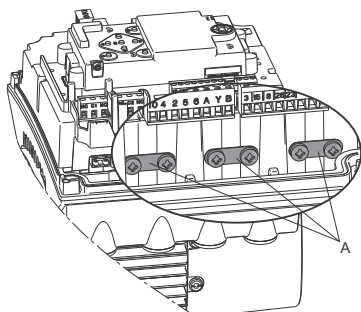

Fig. 59 Sådan forbinder du kabelskærme til jord
7. Forbind bussens kabelskærme til jord via én af jordbøjlerne (fig. 59, pos. A).